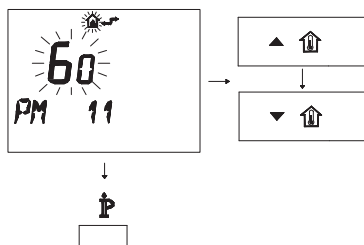

Figura 5.58
- Per modificare il SET programmato agire sui pulsanti o e aspettare che il numero programmato cominci a lampeggiare (Figura 5.58). Ogni passo incrementato o decrementato corrisponde a 1 secondi.